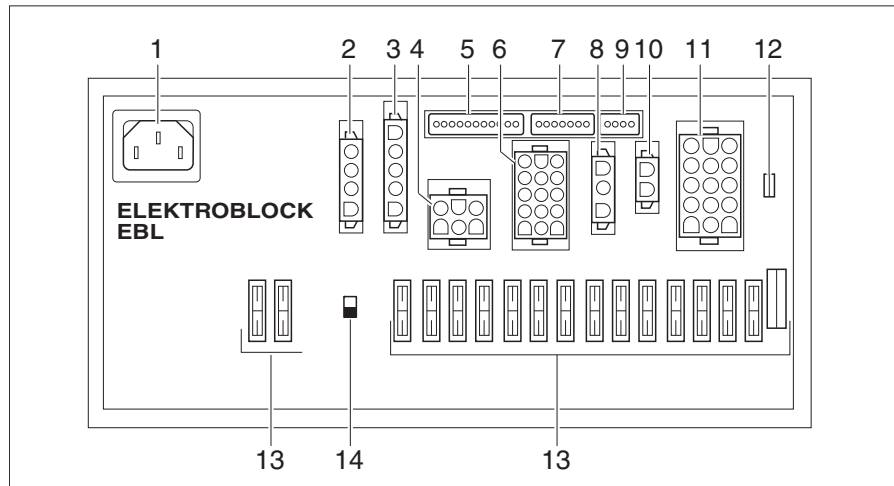

Bild 248 Elektroblock (EBL 102)
Einbauort Je nach Modell ist der Elektroblock (Bild 248) in der Sitzkonsole unter dem Fahrersitz oder im Bereich der Garage bzw. der Barsitzgruppe (Globeline) eingebaut.
- ▷ Der Batterie-Trennschalter (Bild 248,14) trennt alle Verbraucher, die am Elektroblock angeschlossen sind, vom 12-V-Netz.